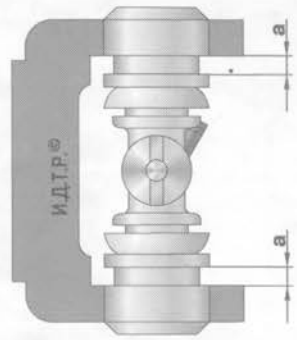

Рис. 6.6. Схема запрессовки подшипников карданного шарнира
12. Запрессуйте окончательно первый подшипник так, чтобы канавки для стопорных колец разместились на равном расстоянии **a** (рис. 6.6) относительно внутренних торцов вилки.